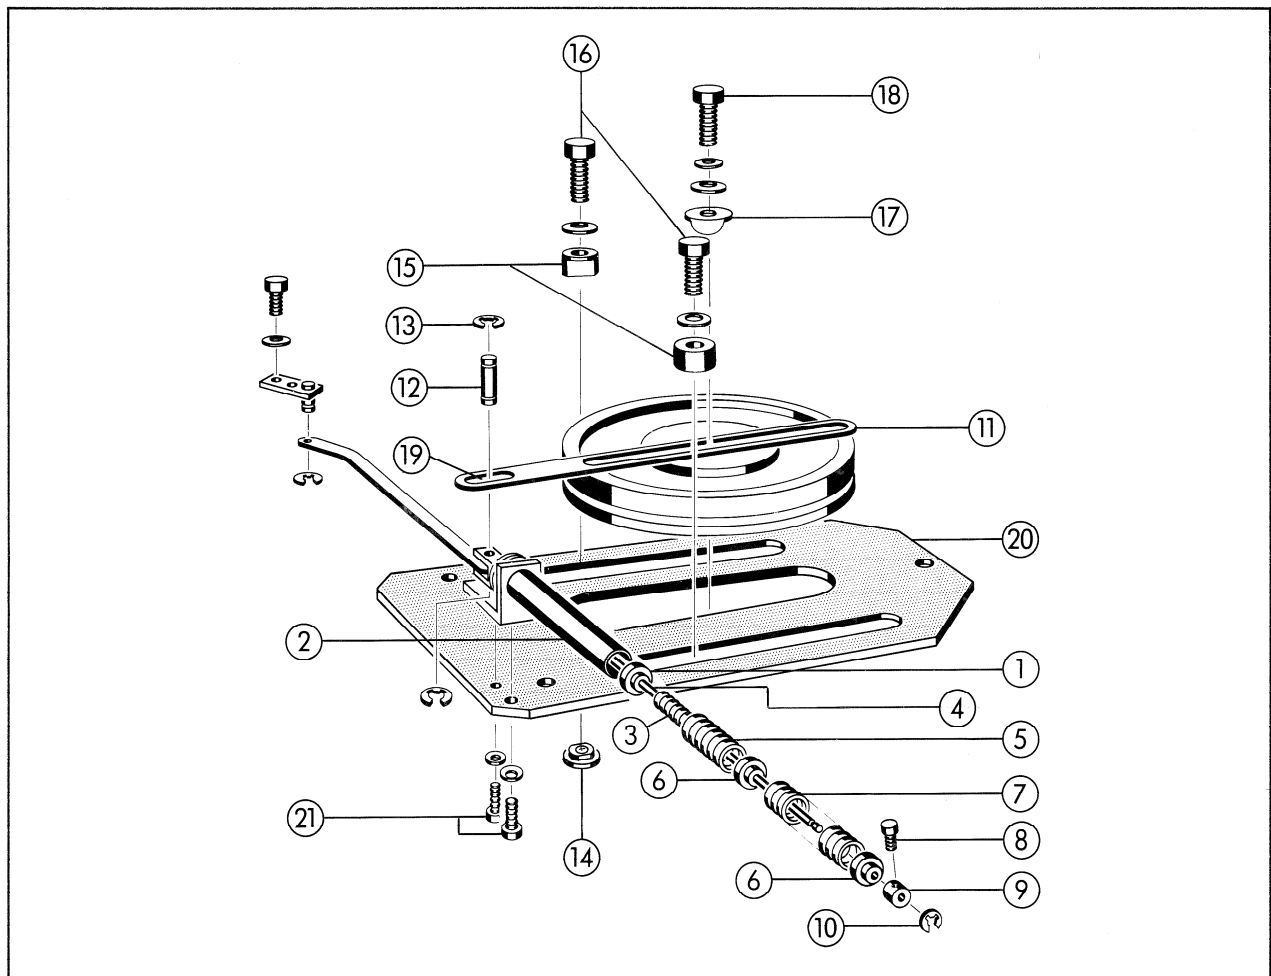
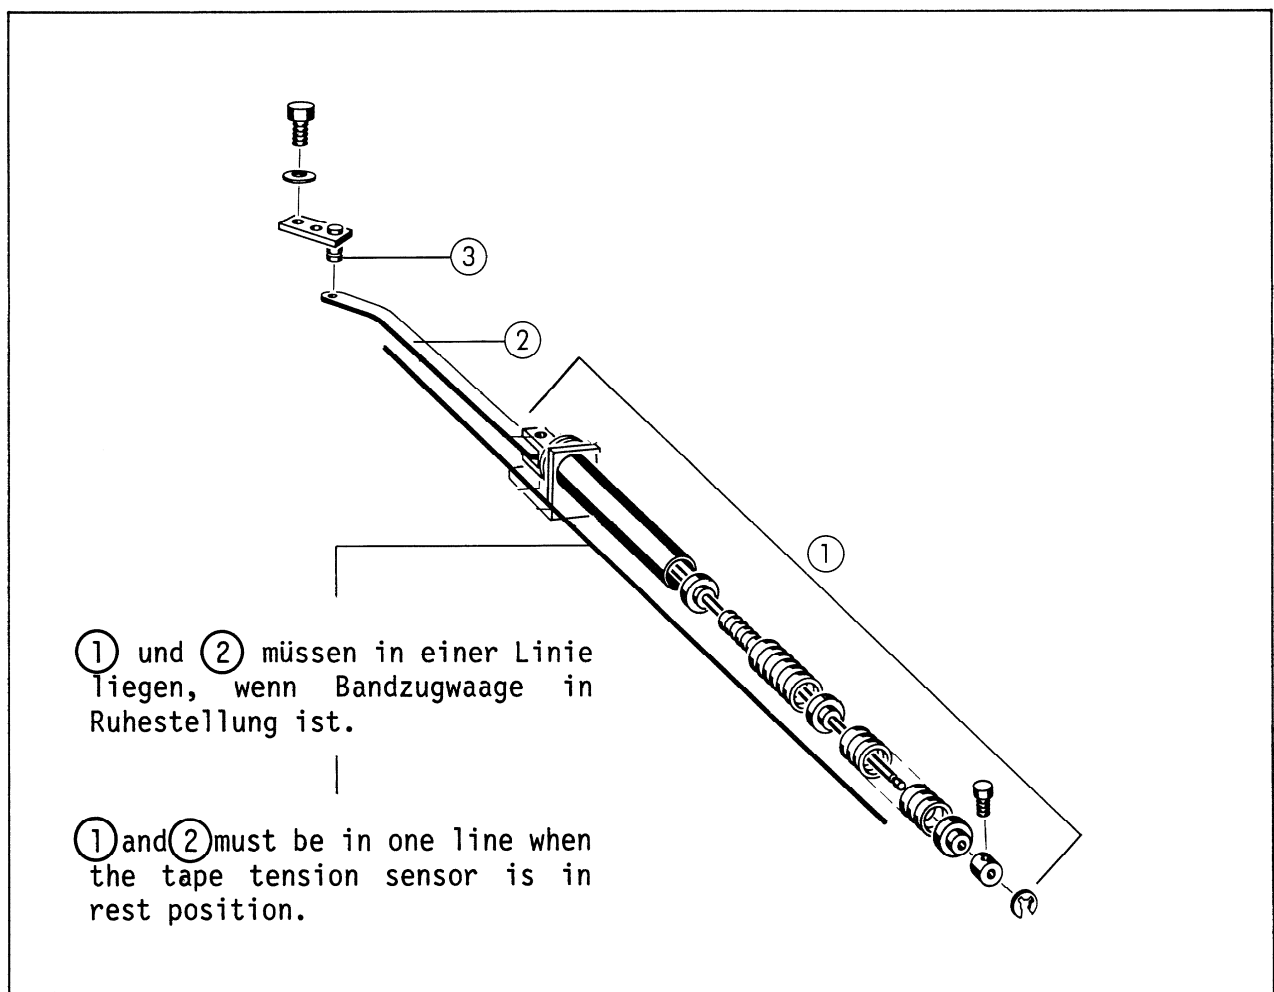
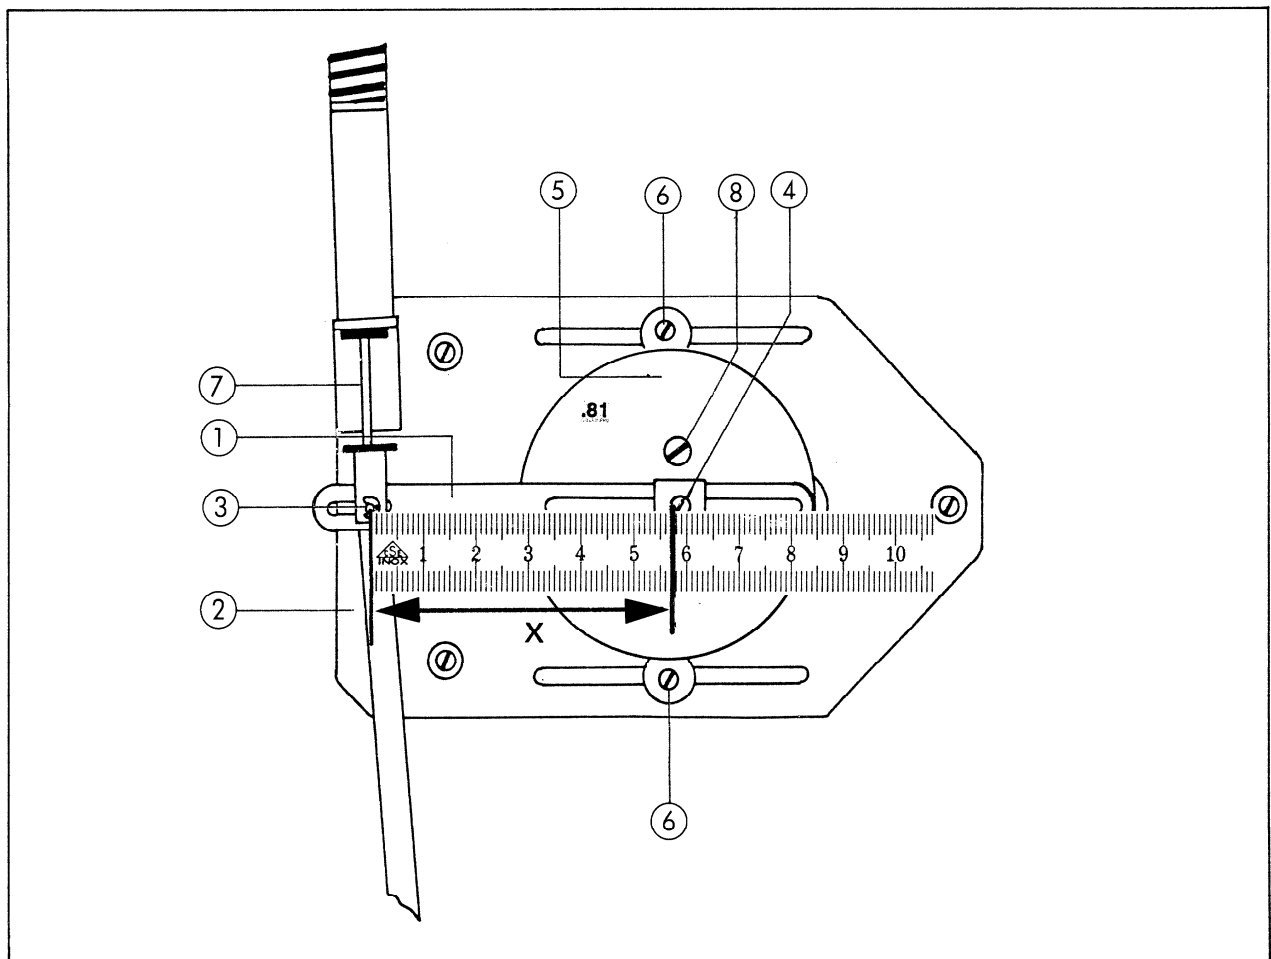

Fig. 3
Fig. 4
Fig. 5
| <p>4. Kontrollieren, dass die Führungshülse ① fest im Führungsrohr ② sitzt, ansonsten einleimen. (Fig. 3).</p>   | <p>4. Check and make sure that the guiding sleeve ① is firmly seated in the guiding tube ② if not, cement it in place (fig. 3).</p>                   |
3. Den neuen Hebel (11) wieder über die Achse (12) schieben und Achse mit Seegerring (13) gemäss Fig. 3 wieder befestigen.
4. Die spez. Muttern (14) von unten in die Langlöcher stecken und die Klemmteile (15) mittels den Schrauben (16) und samt den Sperrscheiben leicht anziehen.
6. Den Hebel (11) mit der Dämpfungsdose koppeln und den Klemmbügel (17) auf den Hebel aufstecken. Schraube (18) mit Unterlagsscheibe und Sperring leicht anziehen.
7. Hebel (11) so verschieben, dass die Kopplungsachse (12) in die Mitte des Langloches (19) zu liegen kommt. Schraube (18) festziehen.
3. Put the new lever (11) over the pin (12) push it back and lock it with the circlip (13) according Fig. 3.
4. Guide the special nuts (14) from the underside into the elongated holes and tighten the clamping parts (15) slightly with screws (16) and lockwashers.
5. Put the dashpot into the center elongated hole. Hook the clamping parts into the groove of the dashpot, and tighten the screws (16).
6. Couple the lever (11) to the dashpot. Slip the clamping bow (17) on to the lever and tighten washer and lock slightly with screw (18).
7. Slide the lever (11) into such a position that the coupling pin (12) is situated in the center of the elongated hole (19). Fasten screw (18).
1. Darauf achten, dass bei Ruhestellung der Bandzugwaagen (Bandzugwaage nicht ausgelenkt), das Federelement ① in einer Flucht (Linie) zum Kupplungsgestänge ② liegt. (Siehe Fig. 4). Falls dies nicht zutrifft, muss die komplette Dämpfungselementgrundplatte ⑳ nochmals gelöst werden (3 Inbusschrauben 3 mm) damit die Schrauben ㉑ zugänglich werden, um das Federelement leicht neigen zu können. (Siehe Fig. 3).
1. Make sure the spring element ① is in line with the coupling rod ②, when the tape tension sensor is in rest position (tape tension sensor not deflected). (See fig. 4). If this is not the case, remove the complete dashpot mounting plate ㉓ (Allen/key screws 3 mm). See fig. 3. Loosen the screws ㉑ and swing the spring assembly sideways until the spring ass. ① is in line with the coupling rod ② according to drawing 4. (The ends of the spring assembly ① are pointing slightly to the outside of the tape transport when properly aligned).
(2) Ev. Stelling (9) (siehe Fig. 3) vom Anschlag der Wellensicherung (10) leicht distanzieren (max. 4 mm), um einen sauberen Rücklauf der Bandzugwaagensensoren aus jeder Auslenkungsposition gewährleisten zu können.
(3) Auf minimale Dämpfung und minimalstes Zurückfedern abgleichen. (Der Rücklauf aus der Vollausslenkung der Bandzugwaagensensoren ist bei richtiger Position zügig und kann zu hörbarem Anschlagen führen).
(2) Make sure that the tape tension sensors return fully from any deflection position. If this is not the case, move the adjusting ring (9) (see fig. 3) slightly from the circlip (10) (max. 4 mm).
(3) Adjust for minimum damping and for minimum rebounding. (The tape tension sensor's return from the fully deflected position is rather fast and may cause audible stop noise).
1. Ist das Gestänge (7) Fig. 5 sauber und fettfrei? Dasselbe gilt für die Kopplungsachse (3) Fig. 5 sowie die Welle (3) Fig.4.
2. Kann sich die Kopplungsachse (3) Fig. 5 frei im Langloch bewegen, ohne zu streifen.
3. Bilden das Kopplungsgestänge (2) und das Federelement (1) Fig. 4 eine Gerade, wenn sich die Bandwaagensensoren in Ruhestellung (nicht ausgelenkt) befinden?
1. Make sure the shaft (7) (fig. 5) is clean and free from grease. Check for the same clean condition on the coupling pin (3) (fig. 5) and on the bolt (3) (fig. 4).
2. Check that the coupling pin (3) (fig. 5) is able to move freely in the slot without scratching or hinderance.
3. Check that coupling rod (2) and spring assembly (1) (fig. 4) are forming a straight line when the tape tension sensors are in their rest position (not deflected).